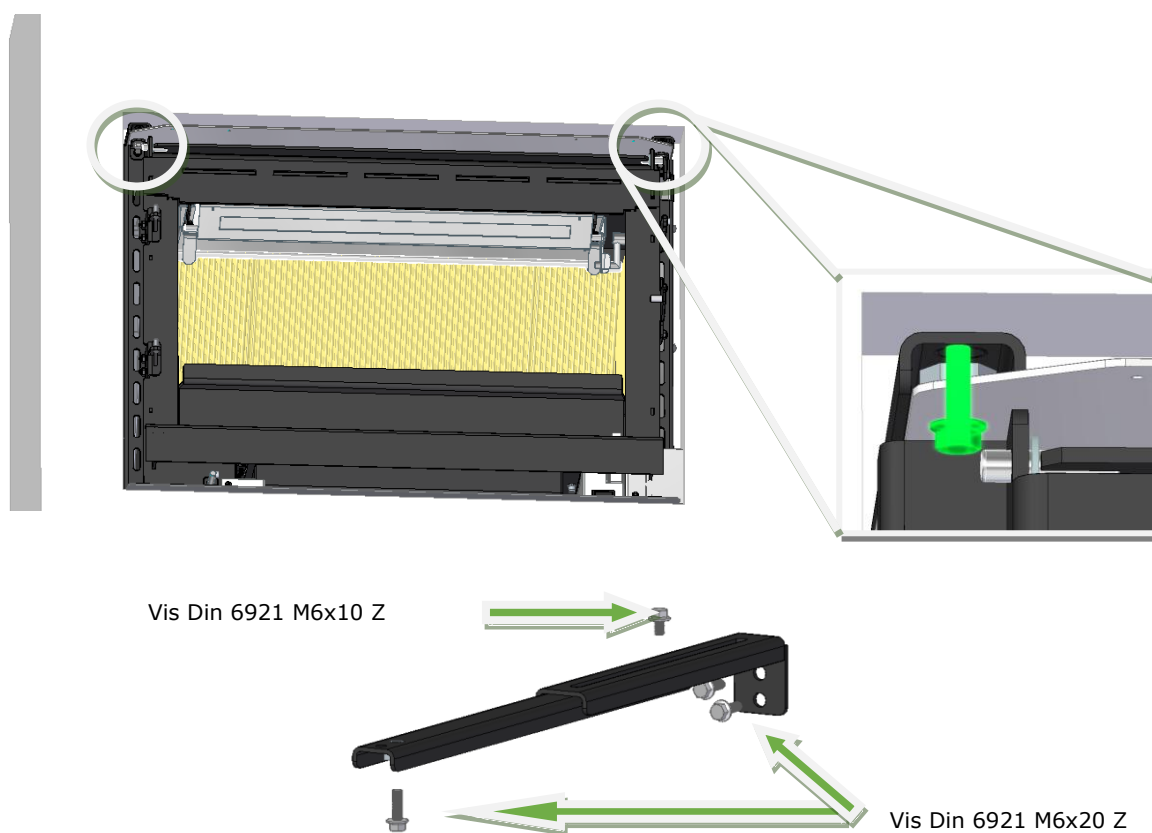

Figure 16 - Fixation de l'équipement aux supports de montage supérieurs à l'aide des vis Din 6921 M6x20 Z et M6x10 Z
13. Vous devez ensuite fixer l'équipement aux supports supérieurs comme indiqué à la Figure 16.